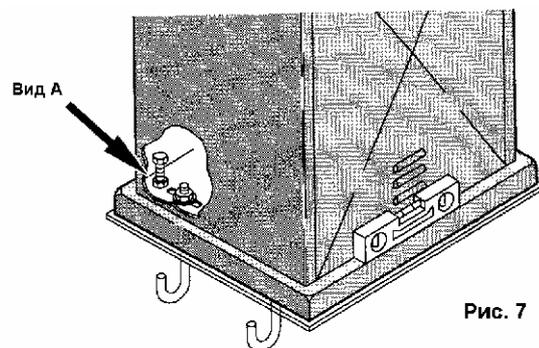

Рис. 7
- Установите высоту установки привода относительно пластины основания при помощи болтов вид А равной 1 см, проконтролируйте установку привода по уровню см. рис. 7;
Установите вышеуказанный зазор регулируя высоту расположения редуктора относительно пластины основания при помощи винтов регулировки уровня вид А рис.7. Законтрите их гайками.